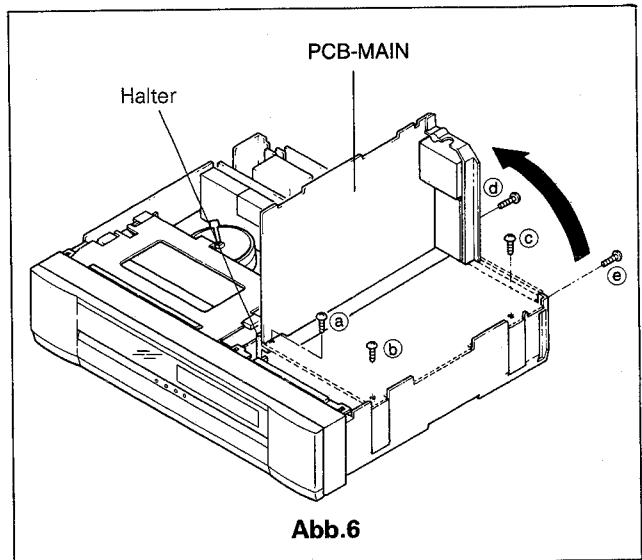

Abb.6
- Entfernen Sie die fünf Halteschrauben (a) ~ (e). Siehe Abb.6.